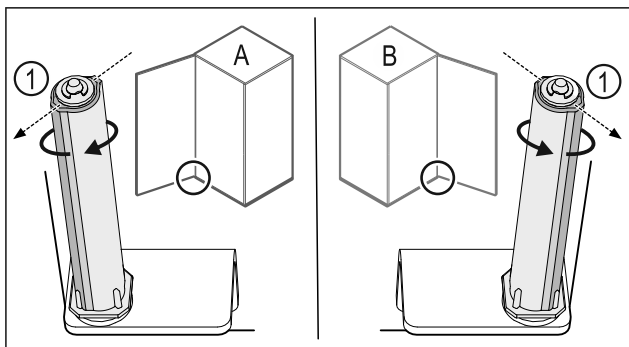

Fig. 44 Vänsterhängd (A)/högerhängd (B)
- ▶ Vrid låssystemet mot motståndet, tills låssystemets klack Fig. 44 (1) är vänd utåt.